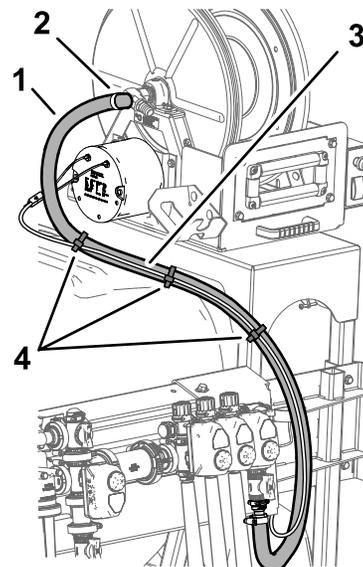

Figura 50
5. Prenda a cablagem do kit do cilindro articulado da tubagem para a tubagem de alimentação para o cilindro utilizando 3 braçadeiras de cabos (Figura 50).